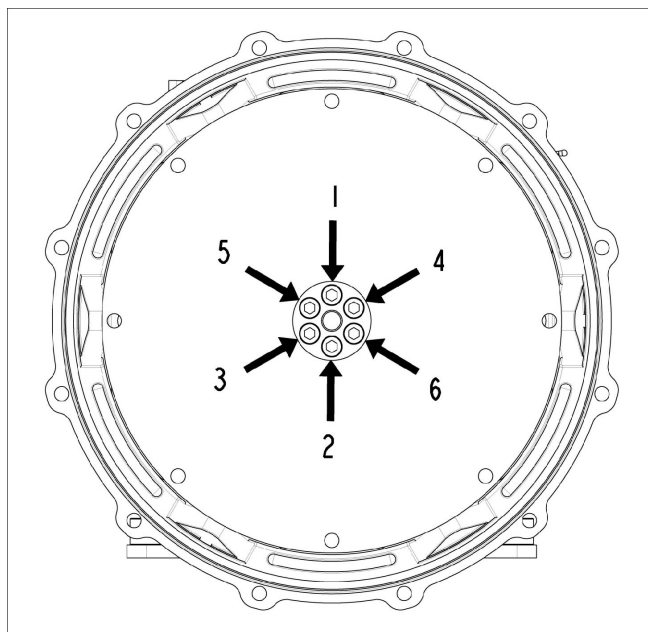

FIGURA 22. SEQUENZA DI FISSAGGIO AL MOZZO
4. Se necessario, serrare i bulloni del disco di accoppiamento nella sequenza indicata in Figura 22 a pagina 42. Per la coppia di serraggio vedere Capitolo 9 a pagina 69.